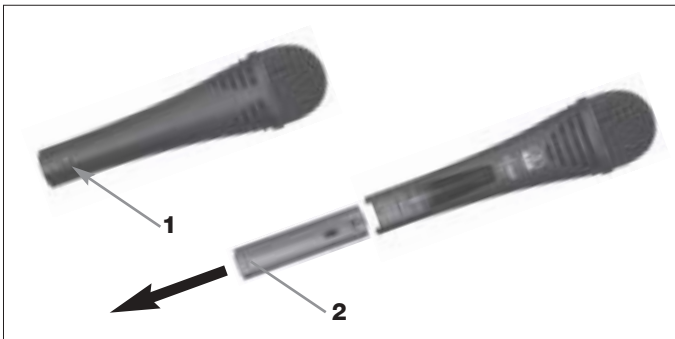

Fig. 6: Come smontare il modulo ad innesto XLR
- Vedi fig. 6.
1. Aprite la vite di fissaggio (1).
2. Sfilate il modulo ad innesto XLR (2) dal gambo microfonico.
3. Per non perdere la vite di fissaggio (1), inseritela di nuovo nella filettatura del modulo ad innesto XLR.